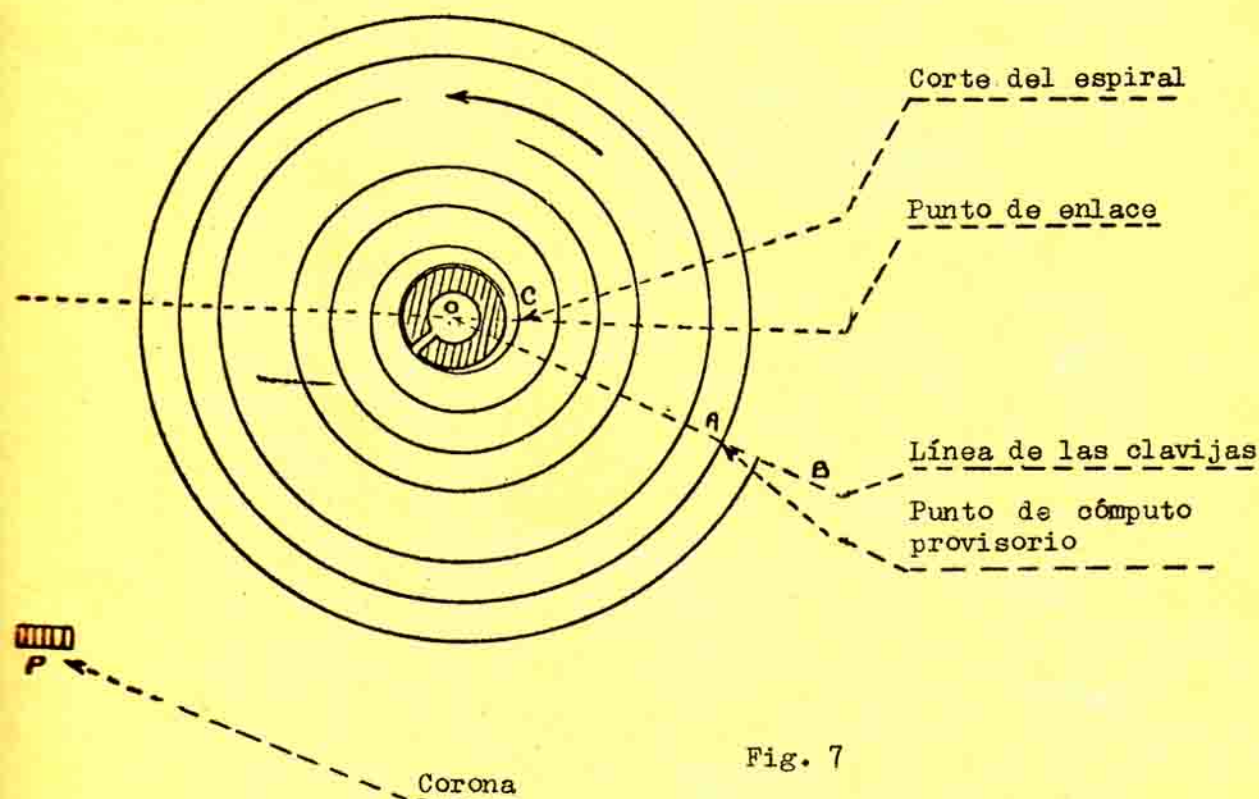

Fig. 7
Colocar el espiral sobre el reloj o sobre un dibujo de manera que el punto de cómputo provisorio A se encuentre ubicado sobre la línea OB "Centro volante-clavijas de raqueta" y cortar el espiral en el centro en el lugar donde se desee tener el punto de enlace. (C) fig. 7. Si se necesita cortar más de una vuelta de la parte activa, cortar aún $1/4$ de vuelta más.